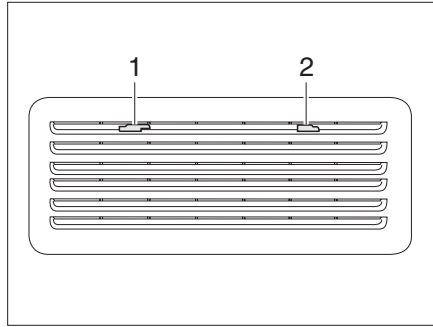
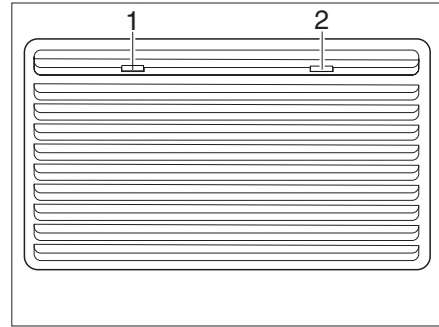

Bild 268 Kühlschrank-Lüftungsgitter (Thetford)
Bild 269 Kühlschrank-Lüftungsgitter (Thetford groß)
- Arretierungen (Bild 268,1 und 2 bzw. Bild 269,1 und 2) zur Mitte schieben.